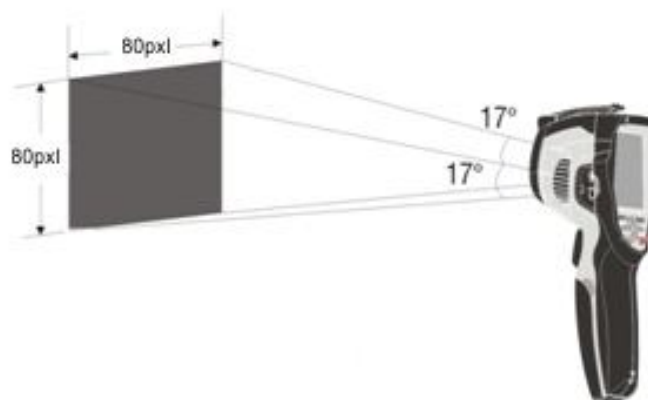

Abb. 30: Darstellung des Sichtfeldes (FOV) des Gerätes
4. Für genaue Temperaturmessungen, stellen Sie sicher, dass die Oberfläche des gemessenen Gegenstands immer größer ist, als die messbare Oberfläche, die durch das Sichtfeld (FOV) des Gerätes gegeben ist. Das Gerät hat ein Sichtfeld von 17° x 17° und eine Auflösung von 80x80 (6400) pxl (siehe Abb. 30).